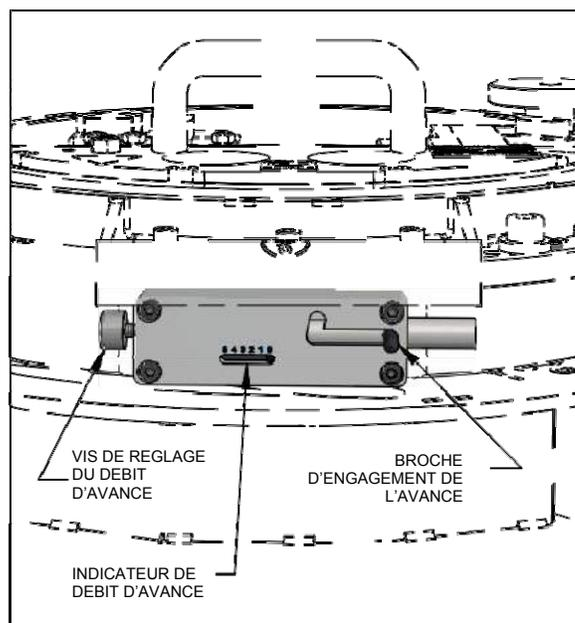

FIGURE 4-5. COMMANDES DE DÉMARRAGE ET D'AJUSTEMENT DU TAUX D'AVANCE (FF1200 ILLUSTRÉE)
4. Engager l'avance sur l'unité de commande rotative (RDU), (Figure 4-5).
1. Dégager l'avance (Figure 4-5).
1. Dégager l'avance (voir Figure 4-5).